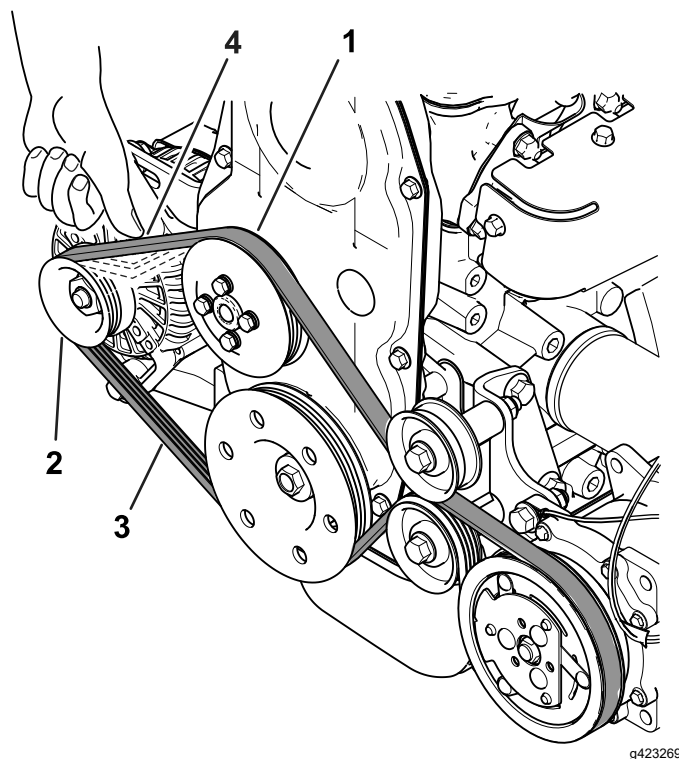

Figure 38
12. Mesurez la flèche de la courroie en exerçant une force de 98 N ou une flèche de 8 à 10 mm sur la courroie entre la poulie de ventilateur et la poulie d'alternateur (Figure 38).